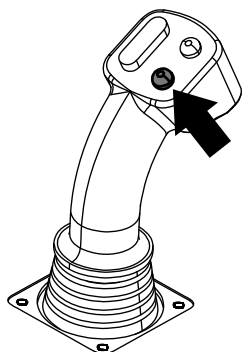
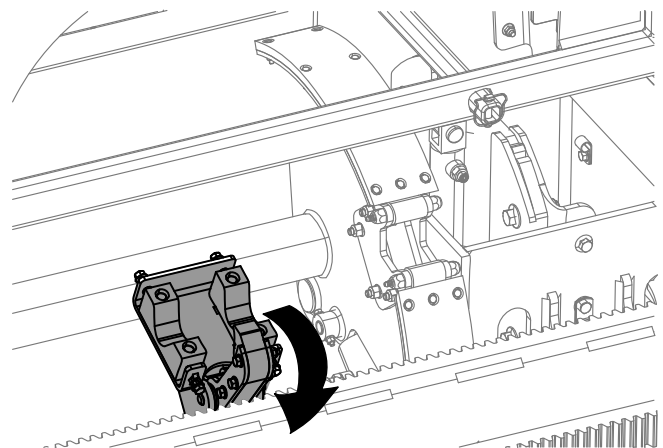

Figura 36
Figura 37
10. Mantenga pulsado el botón inferior del joystick (Figura 36) para liberar el tubo (Figura 37) y suelte el botón.